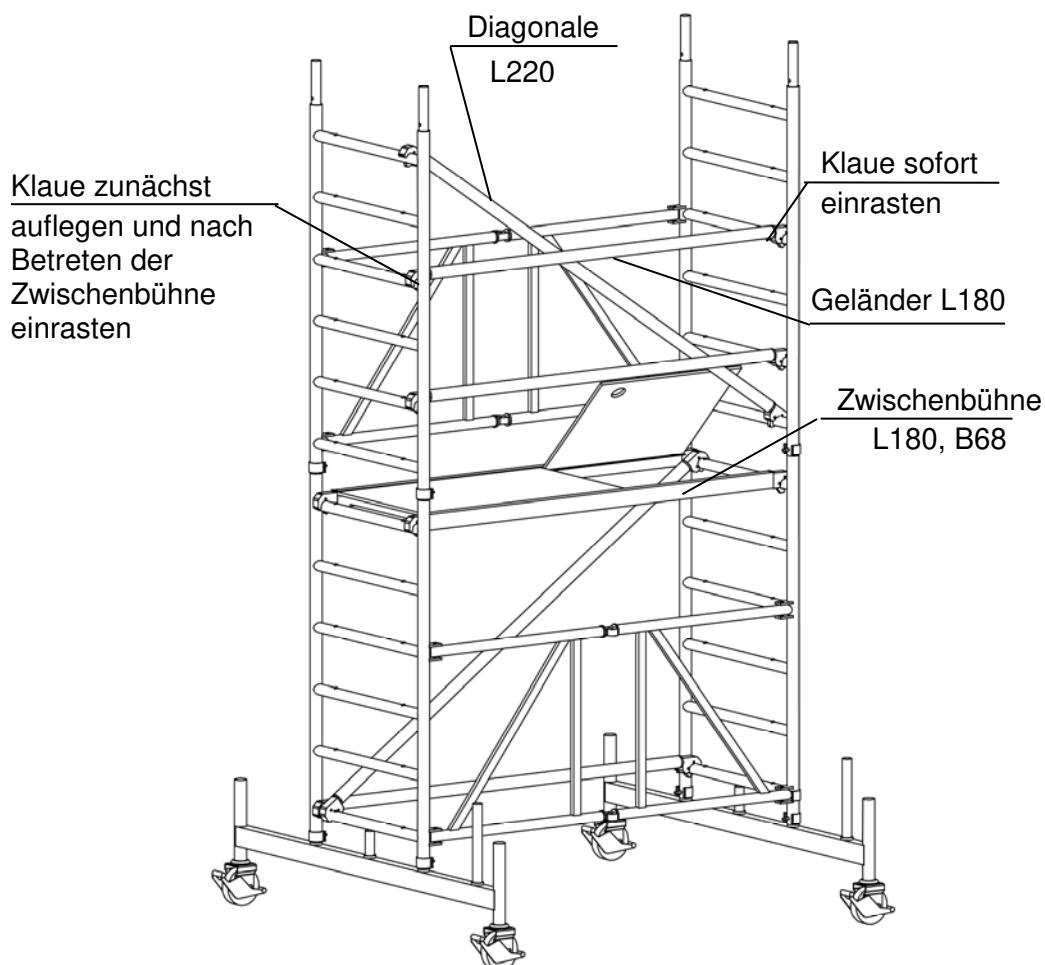
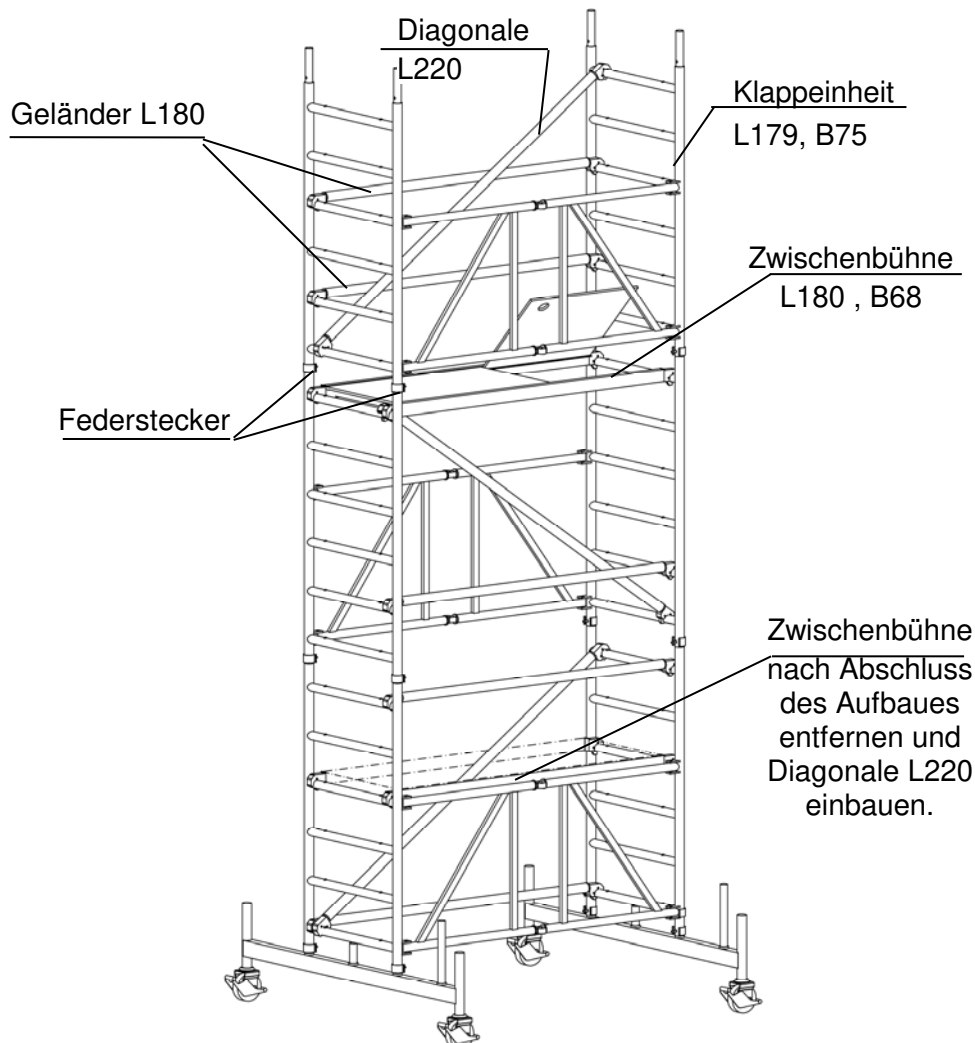
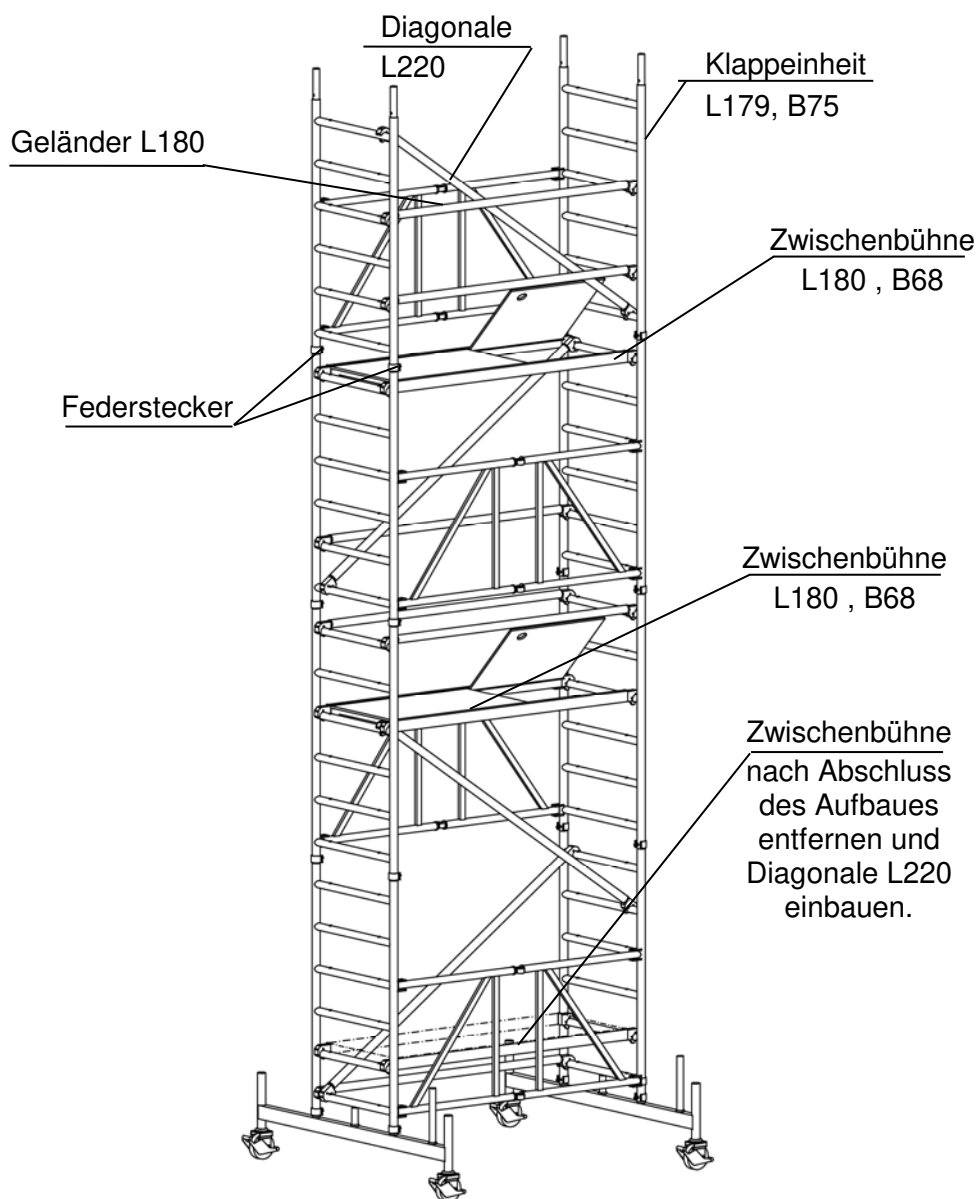

Bild 10: Zwischenbühne für Standhöhe 3.75 m
Bild 11: Zwischenbühne in Höhe 3.25 m
Bild 13: Zwischenbühne in Höhe 4.75 m
- Die Zwischenbühne betreten und die abliegende Klaue einrasten. (siehe hierzu Bild 10).
- Gerüst (Bild 10) mit Zwischenbühne auf Standhöhe 1.80 m aufbauen (Kap. 2.4.2).
- Zum Seitenschutz der Zwischenbühne (Bild 11) siehe Beschreibung zu Bild 10.
- Gerüst (Bild 11) mit Zwischenbühne auf Standhöhe 3.25 m aufbauen (Kap. 2.4.3).
- Zum Seitenschutz der Zwischenbühne (Bild 13) siehe Beschreibung zu Bild 10.
- Der Seitenschutz ist wie zu Bild 10 beschrieben einzubauen.